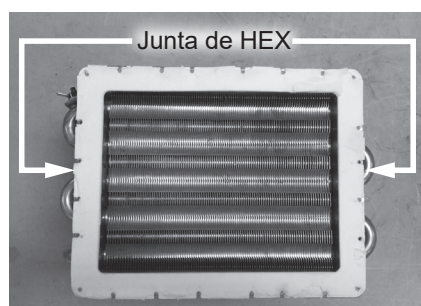

Figura 164 - Reemplazo de la junta del HEX
- 64** Ubique la junta del HEX que se incluye con el kit. Use un raspador de plástico para raspar suavemente la junta de aislamiento antigua y sacarla de los intercambiadores de calor principal y secundario. Confirme que las superficies de montaje no tengan residuos ni restos de aislamiento. Instale la nueva junta en el intercambiador de calor principal. Consulte la Figura 164.